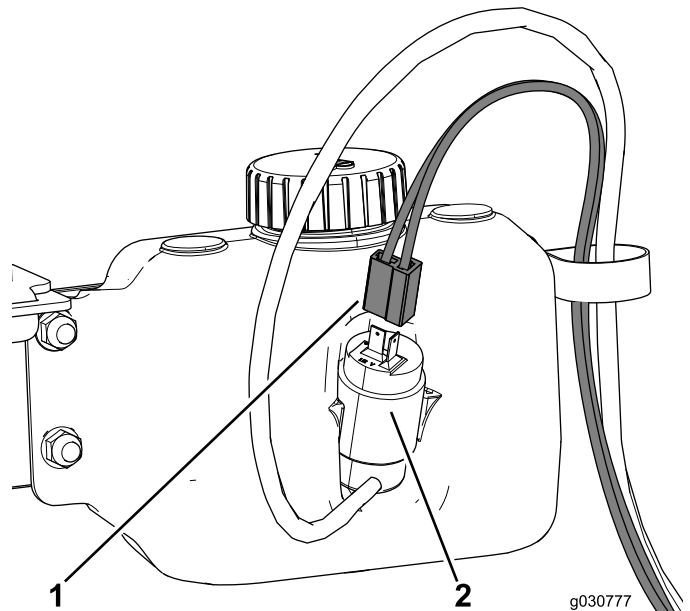

図 50
4. ウォッシャーボトル用ワイヤハーネスをRクランプに通し、ボトルに接続する 図 50。